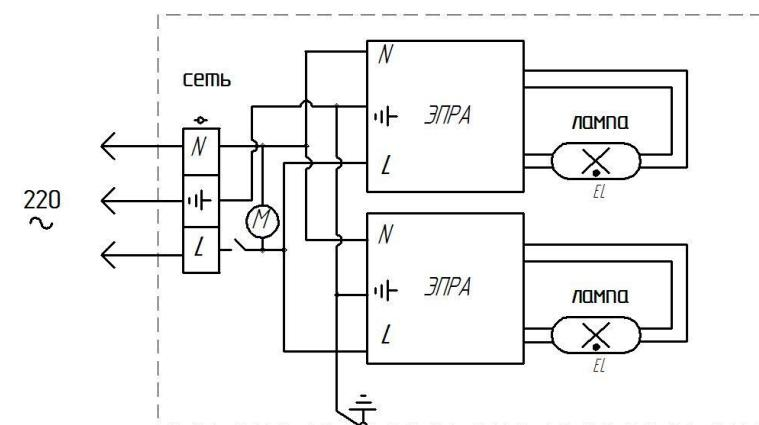

Рис.3
7.3 Светильник снабжен выключателем (рис. 3).